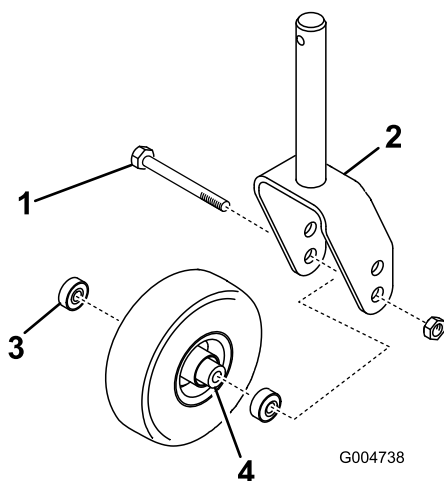

Figura 23
1. Retire a porca de bloqueio do parafuso que fixa o conjunto da roda, no respetivo suporte (Figura 23).
3. Retire o rolamento do cubo da roda e deixe cair o espaçador do rolamento para fora (Figura 23).